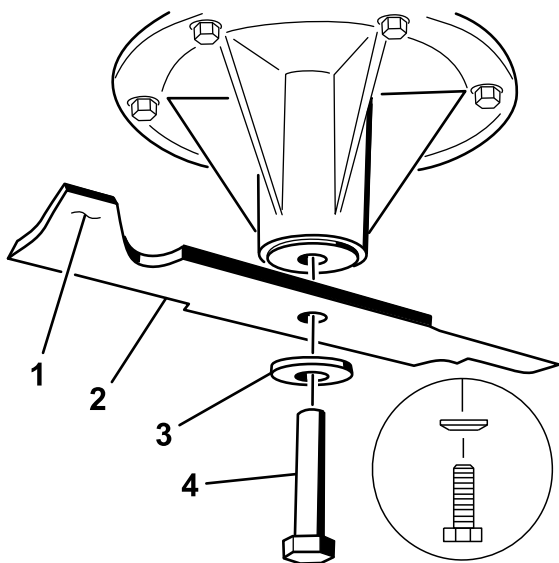

Figura 106
- Montate la lama sull'asse del fusello (Figura 106).
- Montate il disco elastico e il bullone della lama (Figura 106).
**Nota:** Il cono del disco elastico deve essere rivolto verso la testa del bullone (Figura 106).